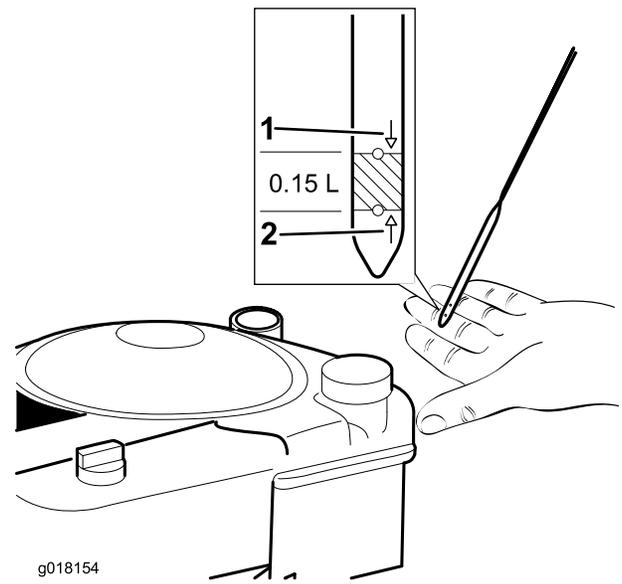

Рисунок 10
3. Если уровень масла низкий, **медленно** заливайте масло в маслозаливной патрубок, подождите 3 минуты и проверьте уровень масла с помощью масломерного щупа. Для этого вытрите щуп дочиста и вставьте его в маслозаливной патрубок (Рисунок 10).
4. Заливайте масло в картер двигателя до тех пор, пока масломерный щуп не покажет, что достигнут нужный уровень масла в двигателе, как показано на Рисунок 10. В случае перелива слейте избыточное количество масла из двигателя, как описано в Замена масла в двигателе \(страница 15\).